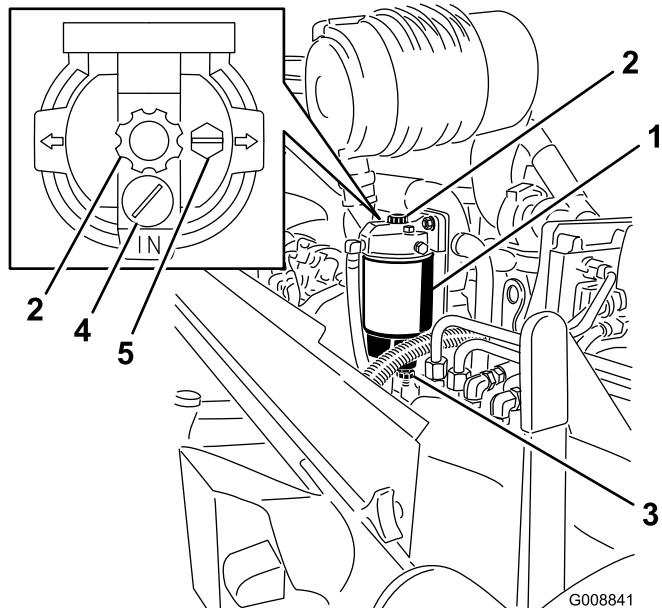

図 62
1. 燃料フィルタの下に汚れのない容器をおく(図 62)。
2. ドレンプラグを開き、ポンプを作動させて、たまっている異物を容器に出す(図 62)。
2. ベントプラグをゆるめるとドレンプラグが開き、燃料とともにたまっていた異物がでてくる(図 62)。